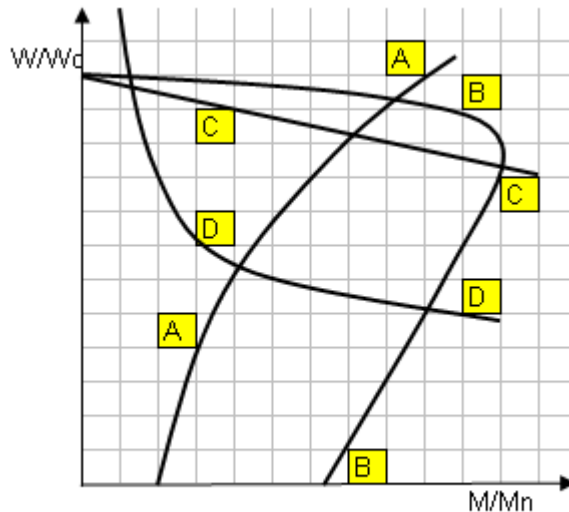

Рис.1. Механические характеристики двигателей
1. Механическая характеристика (рис.1) асинхронного двигателя с к.з. ротором
2. Механическая характеристика (рис.1) двигателя постоянного тока последовательного возбуждения